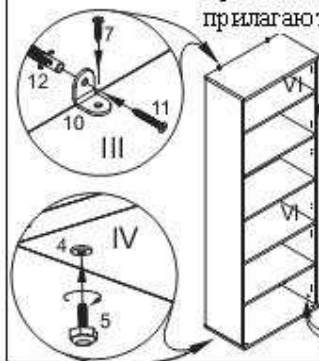

Рис.6
Вкрутить в футорки опор регулируемых (4) регулируемые опоры (5), см.рис.6. Установить стеллаж вертикально. Отрегулировать устойчивость стеллажа при помощи регулируемых опор (5), см.рис.6.
Закрыть стяжки-эксцентрики (2) декоративными заглушками (9) см.рис.6.